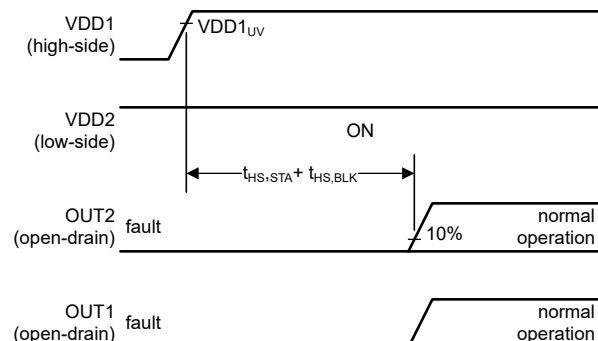

図 7-6. VDD2 はオン、VDD1 がオンする (長い遅延)
図 7-6 では、2 次側電源 (VDD2) がオンした後しばらくして、1 次側電源 (VDD1) がオンします。両方の出力は最初はアクティブ LOW 状態です (ケース (1) を参照)。1 次側電源が有効になった後、本デバイスが通常動作であることを認識し、両方の出力がウィンドウ・コンパレータの現在の状態を反映するために、 $t_{HS,STA} + t_{HS,BLK}$ の待機時間が設けられています。